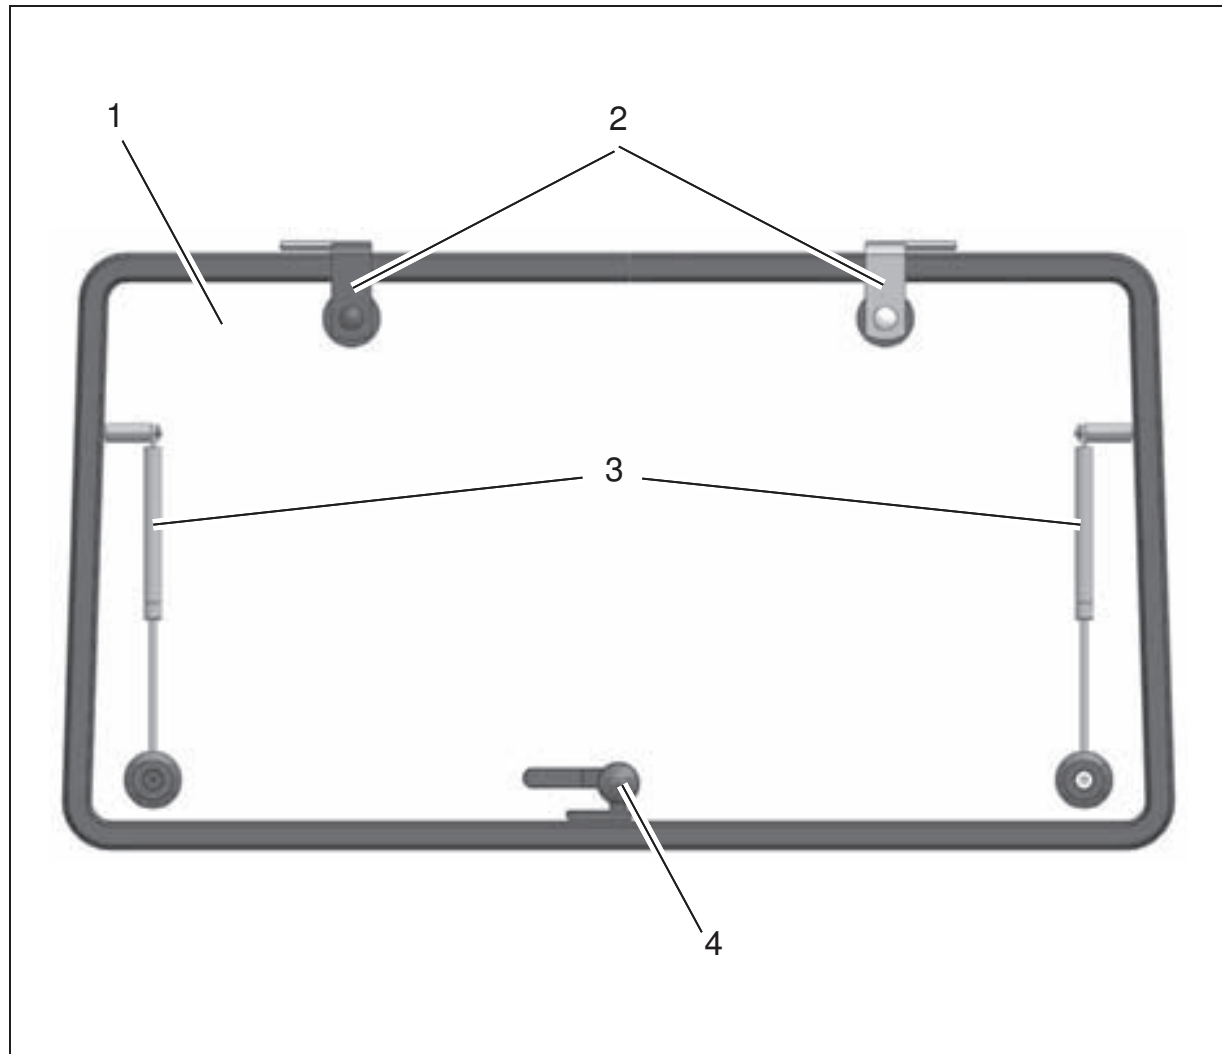

Abb.8
1. Heckscheibe (Abb. 8/1) mit den Scharnieren (Abb. 8/2) oben am Rahmen des Fahrerschutzdaches einhängen und mit den Schrauben M8 x 35, Dichtscheiben, Unterscheiben und Muttern M8 montieren, ausrichten und befestigen.
2. Gasfedern (Abb. 8/3) (Kolbenstange zeigt nach unten) links und rechts anbauen.
3. Verriegelung (Abb. 8/4) anbauen.